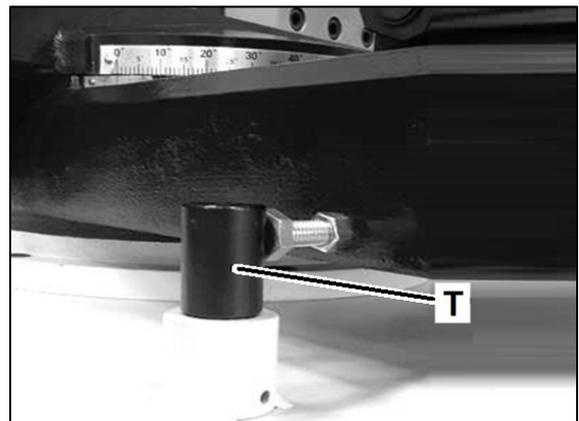

Figure 8-2 : Arrêt à onglet zéro degré
8. Tirez la tige d'arrêt zéro degré vers le haut (T, Fig. 8-2) si nécessaire.